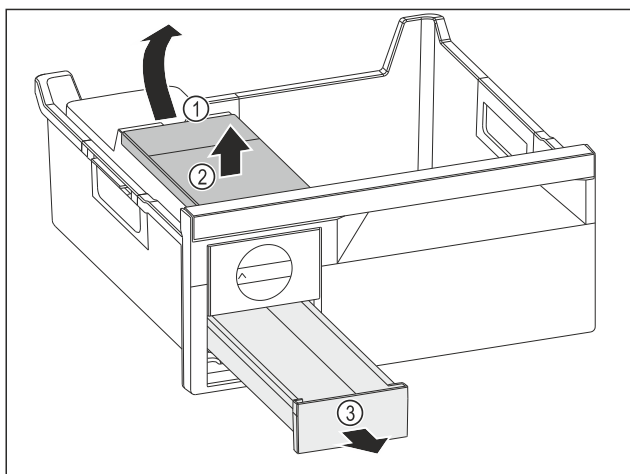

Fig. 104
- ▶ Wassertank entnehmen: Wassertank an der Aussparung Fig. 104 (1) anheben.
- ▶ Wassertank Fig. 104 (2) nach oben entnehmen.
- ▶ Eswürfelschubfach Fig. 104 (3) nach vorne entnehmen.